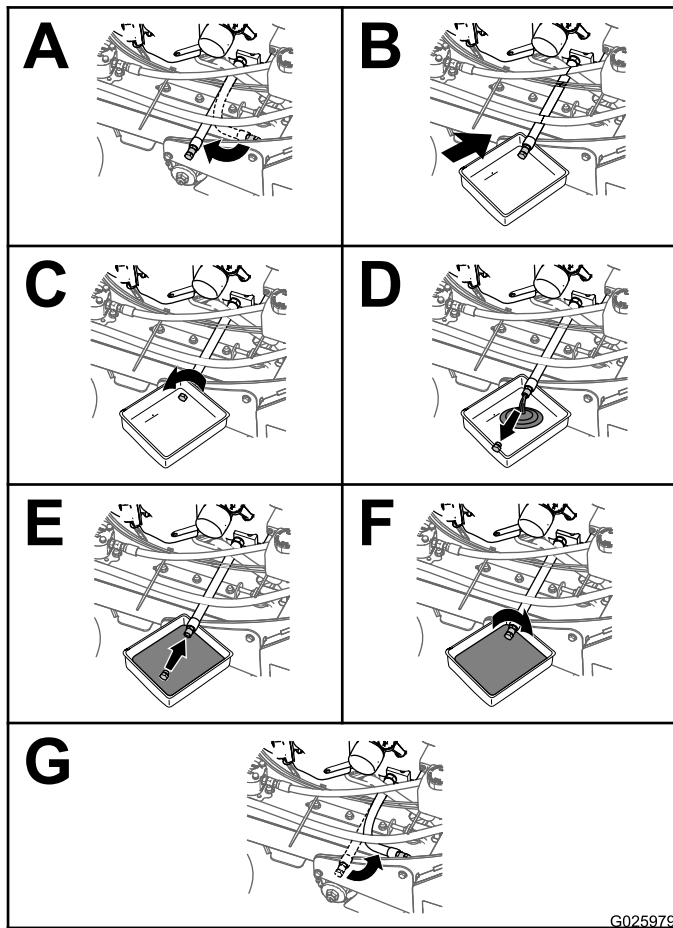

Figure 32
- Vidangez l'huile moteur, comme montré à la Figure 32.